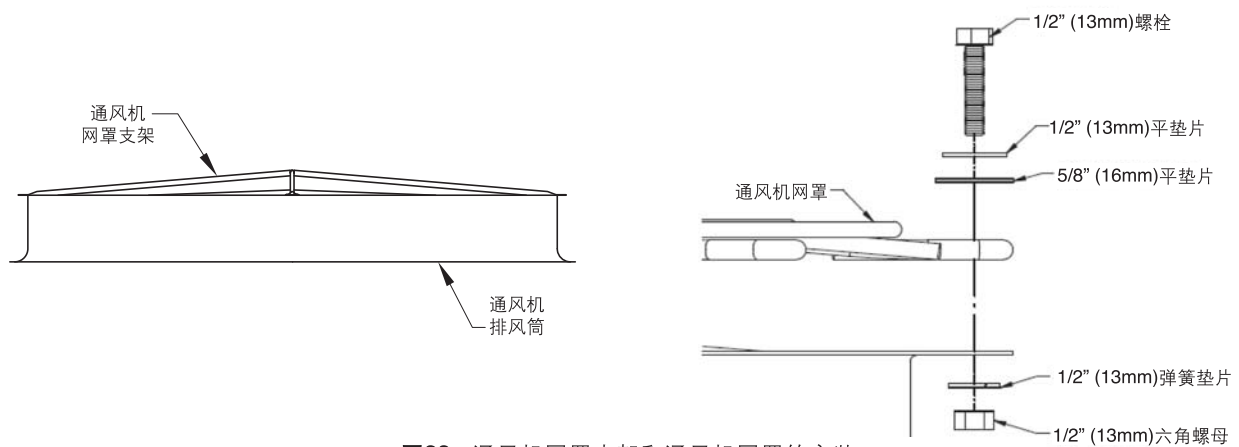

图23 - 通风机网罩支架和通风机网罩的安装
1. 将通风机网罩支架架在排风筒顶部（见图23）。
4. 把通风机网罩的每一个孔和排风筒上的孔固定在一起（见图23）。在支架与排风筒相接触的4个点上，用螺栓将支架、排风筒和通风机网罩连接在一起。